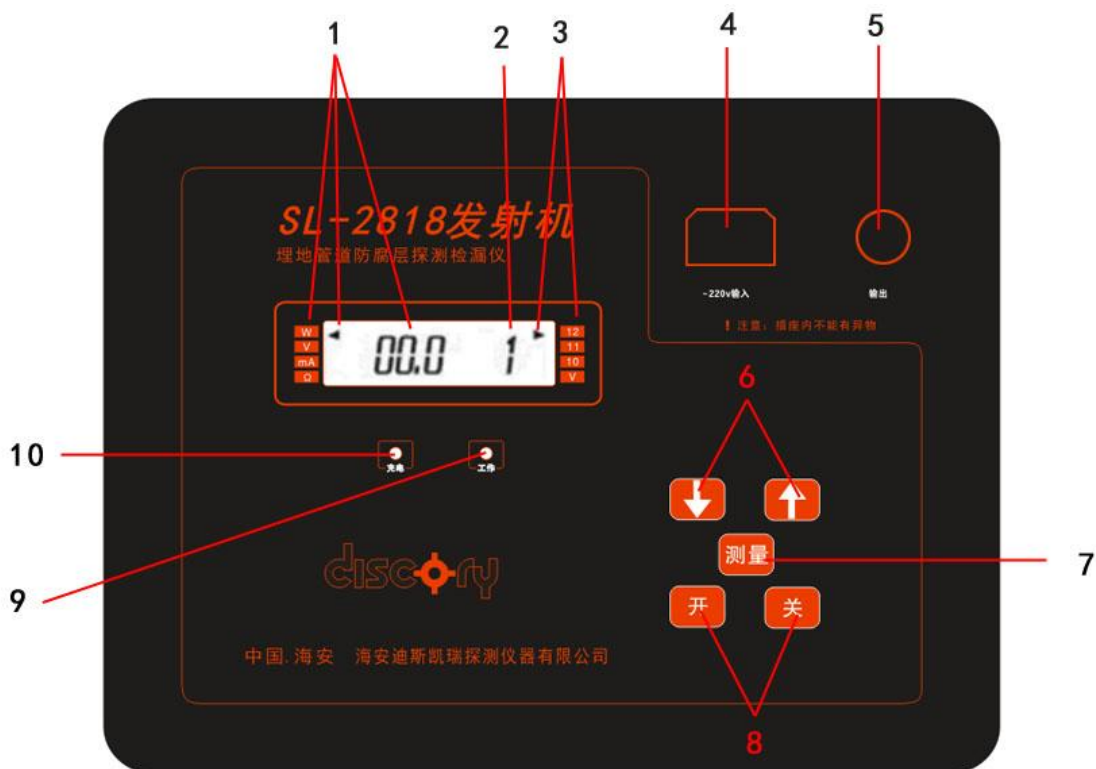

图1 发射机前面板示意图
- 1、**发射机**：发射机用于向地下管道发射某一特定频率的电磁波信号，建立起单线——大地回路的地下管线检测场。其功能示意如图 1 所示。